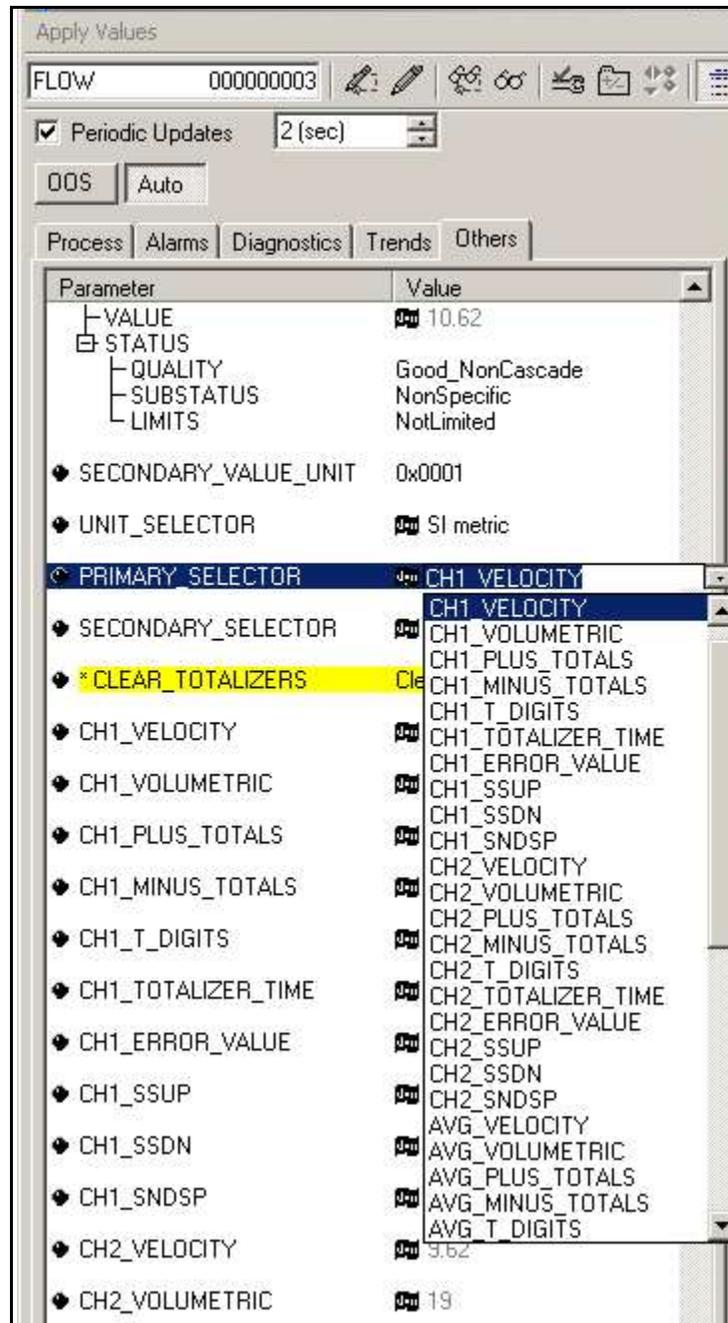

Figure 60: liste déroulante des grandeurs principales
2. Sélectionnez l'onglet Others (Autres) et ouvrez les listes déroulantes PRIMARY_SELECTOR (Sélecteur principal) et SECONDARY_SELECTOR (Sélecteur secondaire) (voir *Figure 60 à la page 118*).
3. Choisissez la grandeur dans la liste (voir *Figure 60 à la page 118*).
4. Après avoir sélectionné les grandeurs de mesure souhaitées pour PRIMARY et SECONDARY_SELECTOR, choisissez le système d'unités (UNIT_SELECTOR au-dessus de PRIMARY_SELECTOR) programmé dans le débitmètre (English ou SI), comme illustré *Figure 60*.